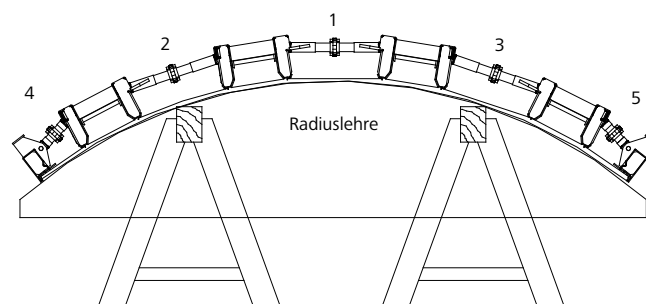

Abb. 7.1
2. Stellen Sie die Krümmung gleichmäßig ein. Dabei werden die Spindeln schrittweise in der angegebenen Reihenfolge gemäß den Abb. 7.1 und 7.2 gedreht.